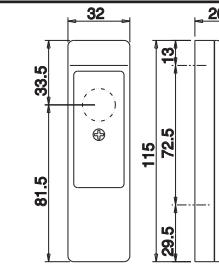

FIG.1
3) ANBRINGUNG - Sie müssen zueinander ausgerichtet und 40 bis 60 cm vom Boden entfernt befestigt werden. Die Befestigungsflächen müssen plan und zueinander parallel sein. Befestigung am Pfeiler (**Abb. 1**). Befestigung an der Säule CF130 (**Abb. 2**). Falls zwei Paare angenäherter Fotozellen angebracht werden, die Positionen RX-TX kreuzen (**Abb.3**).